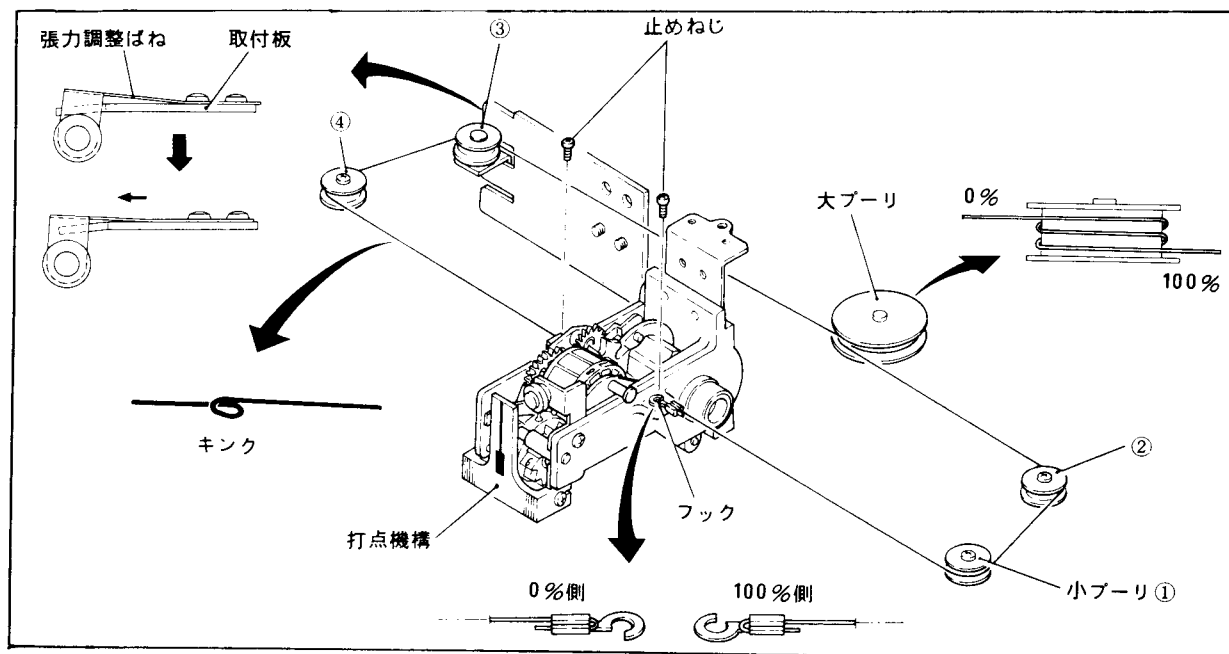

図15-4 線糸の掛け方
(1) 扉を開き、SUPPLYスイッチをOFFにし内器を引き出し、内器上ぶたを開きます。
(2) 張力調整ばねの止めねじを緩め、線糸の張力を緩めておきます。
(3) 打点機構部の止めねじを緩めると、線糸のフックがはずれます。
(4) 取付けは、打点機構の100%側から線糸を掛けていきますが、フックの向きと大ブーリに2回巻きつける上下関係を図15-4のようにします。